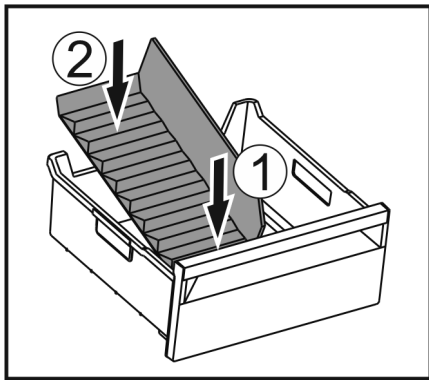

Fig. 115
- ▶ Voorste deel van de ijsvak-scheider plaatsen. Fig. 115 (1)
- ▶ Achterste deel van de ijsvak-scheider tot de bodem van de lade laten zakken. Fig. 115 (2)